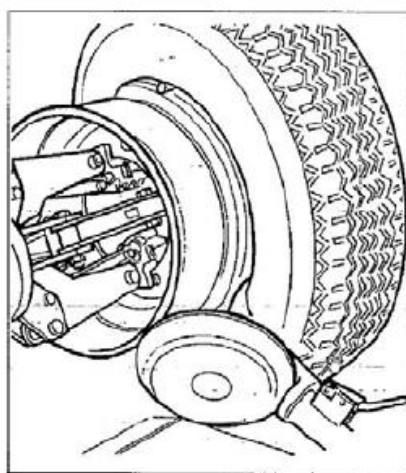

Рис. 7.10
- 4) Перевести монтажную головку вперед до тех пор, пока красная метка не займет положения напротив внешней закраины обода колеса в 5 мм от нее (см. рис. 7.10).
- 2) Опустить монтажную лапу (14, рис. 7.10) в рабочее положение до щелчка крюка на балке.